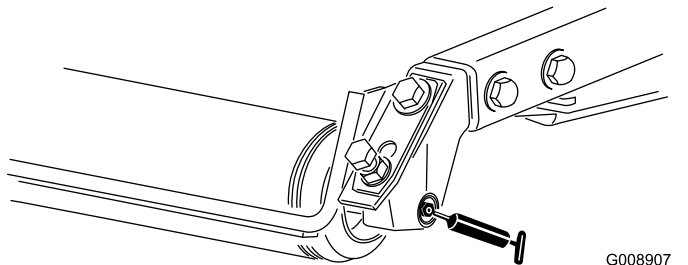

図 52
- 後ローラのベアリング各カッティングユニットに2ヶ所 図 52